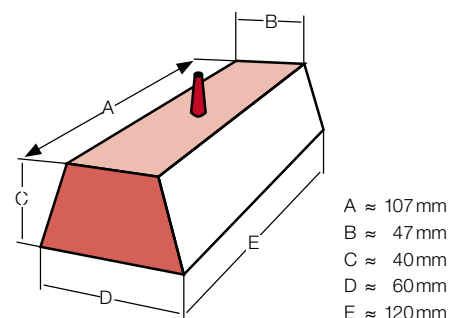

Abb. 42: Testkästchen
1) Behinderte Schwindung, siehe Abb. 42, längs, Strecke A, Wanddicke 1,5 mm, Nachdruck 800 bar2) Freie Schwindung nach ISO 294-4, Platte 60 x 60 x 2 mm, Werkzeuginnendruck 500 bar
Für den Vergleich der Schwindung verschiedener Materialien können die ermittelten Schwindungswerte an der Platte mit den Abmessungen 60 mm x 60 mm x 2 mm nach ISO 294 verwendet werden. Die mit einem Bandanguss angespritzten Platten zeigen aufgrund der hohen Orientierung der Moleküle und insbesondere der Fasern die minimal und maximal auftretende Schwindung parallel und senkrecht zur Fließrichtung. Als Richtwert für eine mittlere, im realen Bauteil auftretende, Schwindung kann der am Testkästchen (Abb. 42) gemessene Wert dienen, da die Fließfront hier eher radial vom Angusspunkt aus verläuft. Eine Übersicht über die Schwindungswerte von verschiedenen Ultramid®-Typen ist in Tabelle 9 dargestellt.